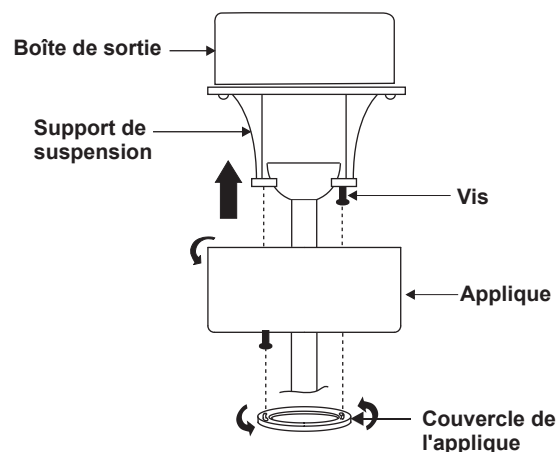

Figure 12
2. Faites glisser l'applique jusqu'au support de suspension et placez le trou de serrure sur l'applique au-dessus de la vis sur le support de suspension, tournez l'applique jusqu'à ce qu'elle se verrouille en place à la section étroite des trous de serrure. (Fig. 12)